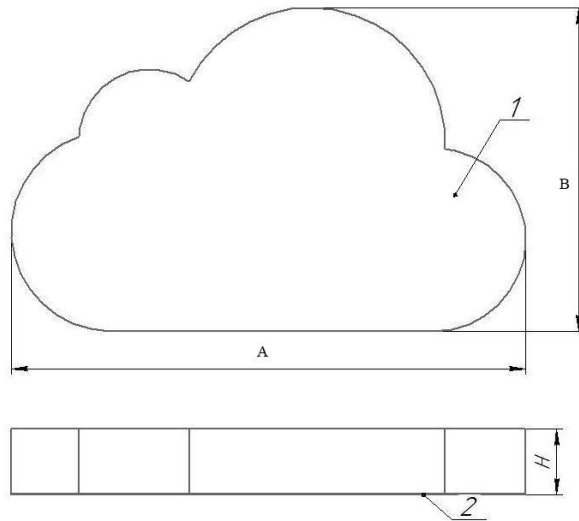

Рисунок 1 - Общий вид светильников серии ДСО33 Horizon Cloud
5.7 Снимите защитную пленку с корпуса и рассеивателя поз.1 (рисунок 1)